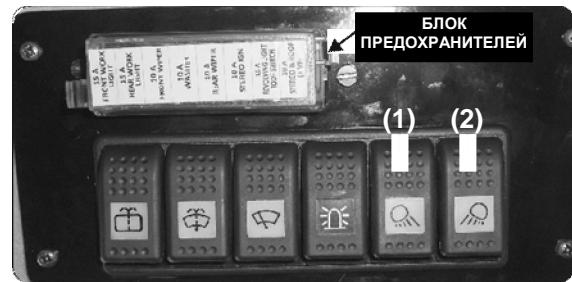

Рис. 21
## Переключатели рабочих фар (Рис. 21) (При включенном зажигании)
- Переключатели внешнего освещения (1 и 2 рис. 21) расположены на панели, установленной на потолке.